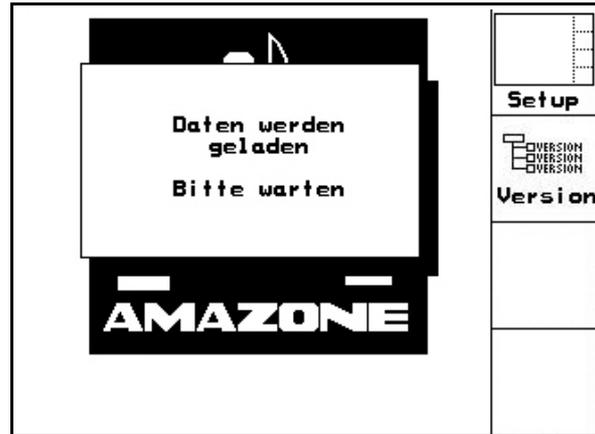

Fig. 13
- i** **¡Indicación!** Si el **AMATRON+** lee datos del ordenador de máquina, aparece la imagen de inicio que se ve al lado (Fig. 13). La lectura de nuevos datos se efectúa con